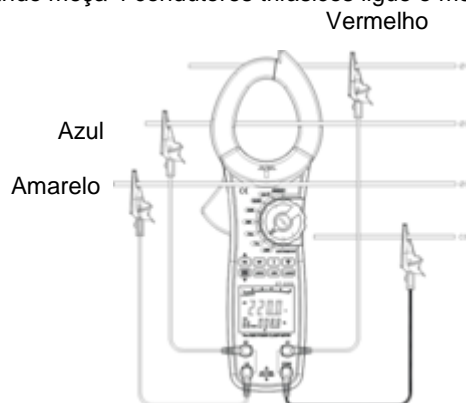

Figura 6
- Quando meça 4 condutores trifásicos ligue o medidor como a figura 6.
Na figura 6 $\Sigma W = W1 + W2 + W3$.
3. Para o método de conexão trifásico de 4 condutores e trifásico de 3 condutores veja a figura 6 e 15.